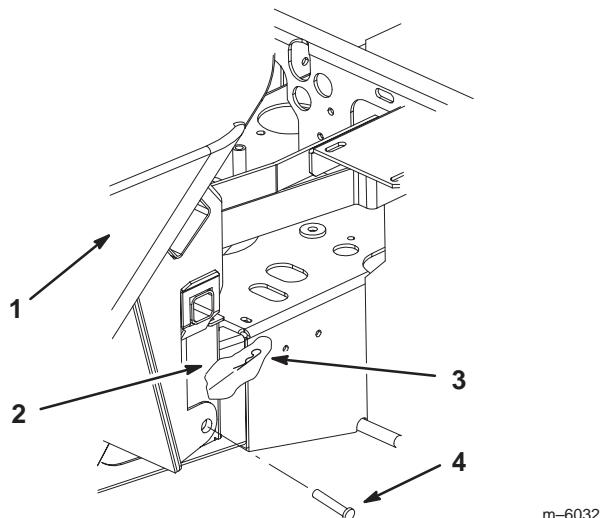

Figure 11
- Posez le bac de ramassage sur son support (Fig. 11).
- Posez les axes de chape dans le bac de ramassage et son support. Fixez-les avec les goupilles fendues (Fig. 11).